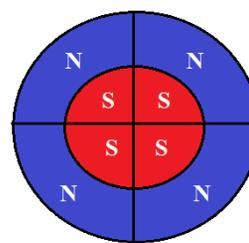

Рис. 8.
5. Проблема. Может ли быть магнит с одним полюсом (рис.8)?